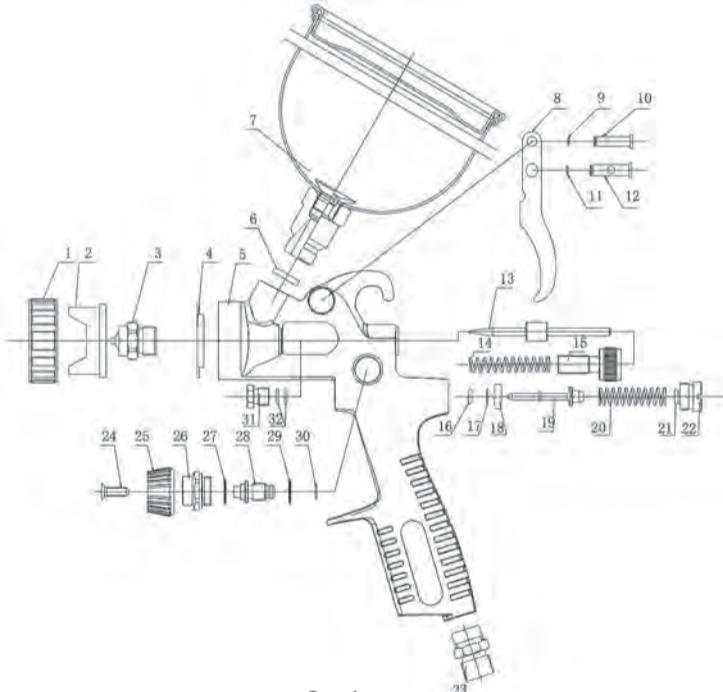

Рис. 1
СХЕМА КРАСКОПУЛЬТА (Рис. 1)
8. Для регулировки ширины и формы факела, поверните соответствующий регулятор (№25, Рис.1). При необходимости форму факела можно изменить с овальной на круглую.
9. Для регулировки соотношения подачи воздуха и материала, поверните винт регулировки подачи воздуха (№22, Рис.1) и/или регулятор подачи материала (№15, Рис.1) до нужного положения. Во время работы ни в коем случае не выкручивайте регуляторы полностью.
- ПЕРЕД РАЗБОРКОЙ, ЧИСТОЙ ИЛИ СЕРВИСНЫМ ОБСЛУЖИВАНИЕМ КРАСКОПУЛЬТА ОБЯЗАТЕЛЬНО ПРЕКРАТИТЕ СООТВЕТСТВУЮЩИМИ РЕГУЛЯТОРАМИ ПОДАЧУ ВОЗДУХА К КРАСКОПУЛЬТУ (№22, Рис.1) И ПОДАЧУ ЛАКОКРАСОЧНОГО МАТЕРИАЛА В НЕМ (№15, Рис.1), ПОСЛЕ ЧЕГО СБРОСЬТЕ ДАВЛЕНИЕ В ВОЗДУШНЫХ КАНАЛАХ КРАСКОПУЛЬТА НАЖАТИЕМ НА ЕГО КУРОК (№8, Рис.1).